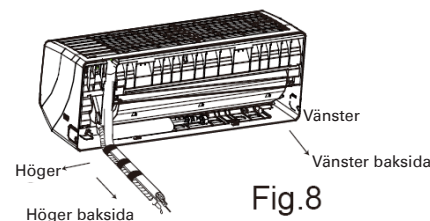

Fig.8
- Ta ut rörledningarna och kablarna, tejpa ihop allt och dra ut alltihop genom hålet i väggen (Se Fig.8)